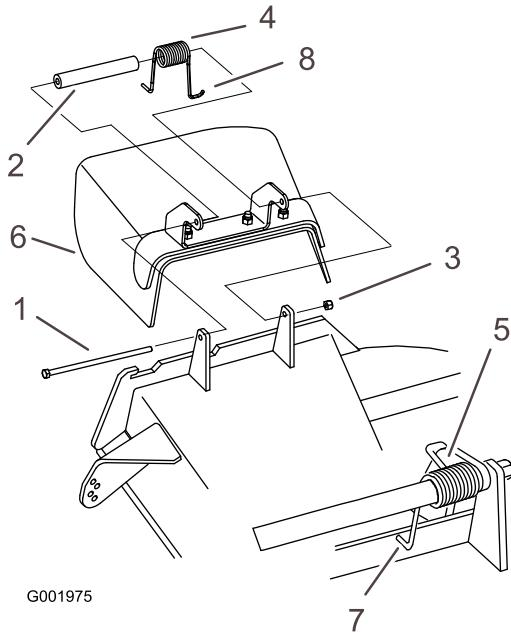

Figure 89
3. Remettez le boulon et l'écrou. Accrochez l'extrémité en **J** du ressort au déflecteur d'herbe (Figure 89).
1. Retirez le contre-écrou, le boulon, le ressort et l'entretoise qui fixent le déflecteur aux supports de pivot (Figure 89). Enlevez le déflecteur s'il est endommagé ou usé.